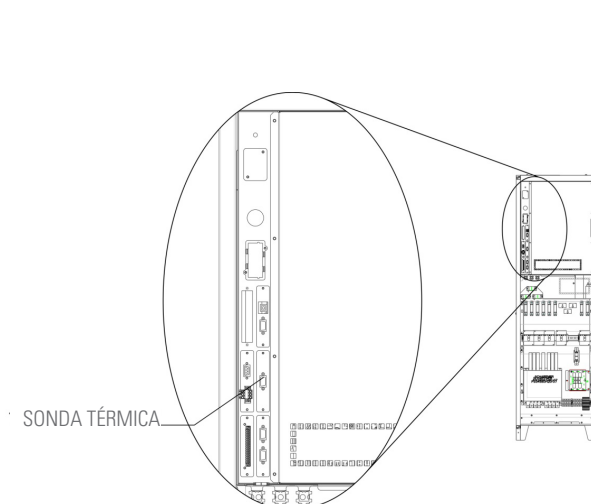
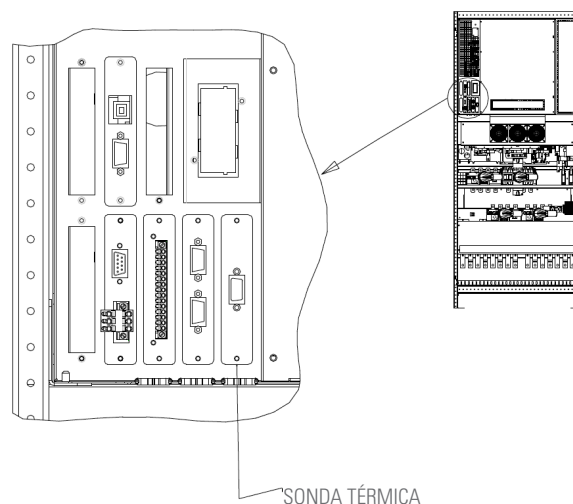
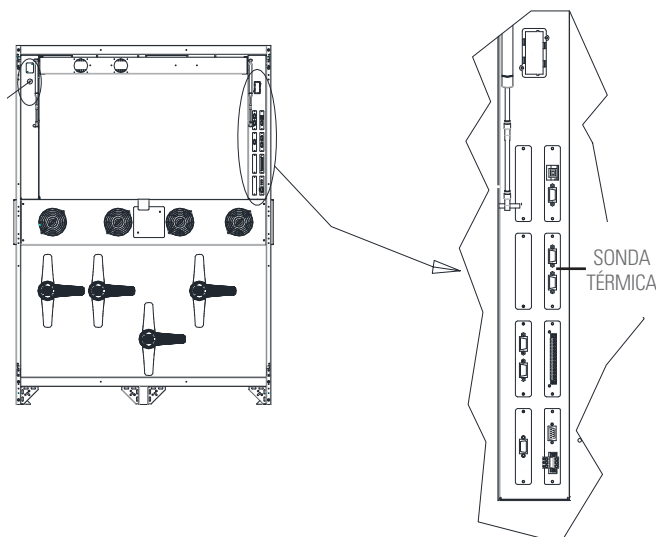

Fig. 7. Instalación de la tarjeta de interfaz de la sonda térmica en SLC X-PERT 80-160 kVA
Fig. 8. Instalación de la tarjeta de interfaz de la sonda térmica en SLC X-PERT 200-250-300 kVA
Fig. 9. Instalación de la tarjeta de interfaz de la sonda térmica en SLC X-PERT 400 kVA
- Conecte la sonda térmica en el conector de la tarjeta de interfaz (Fig. 7 y Fig. 8 y Fig. 9).